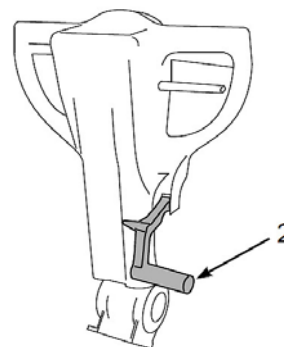

Abb. 45: Absenken der Saugleiste
Schritt 2: Senken Sie die Saugleiste mit Hilfe des Hebels (Pos.2, Abb.45) ab.